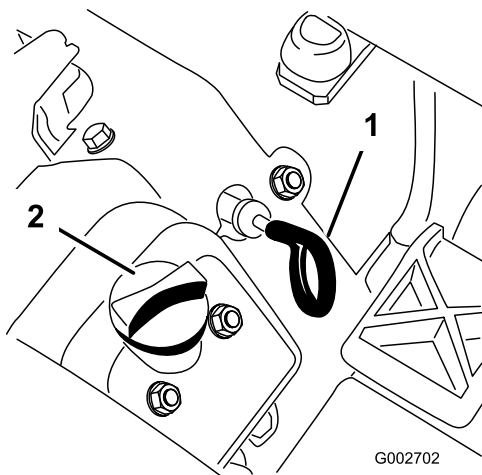

Figura 25
3. Estraete l'asta di livello (Figura 25) e asciugatela con un panno pulito.